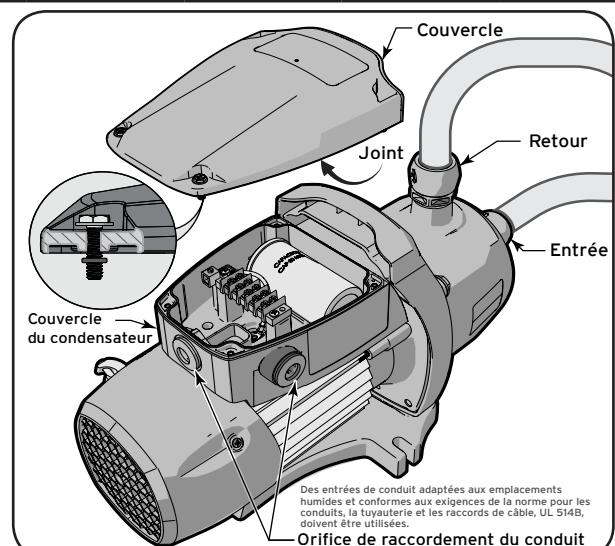

Figure 4. Retrait du couvercle d'accès au système électrique
5. Desserrez sans retirer les 4 vis servant à fixer le couvercle du boîtier électrique au corps de la pompe. Voir Figure 4.
1. Retirez le bouchon de l'orifice de raccordement du conduit. Voir Figure 4.
5. Fixez le couvercle du boîtier électrique en utilisant 4 vis. Voir Figure 4.